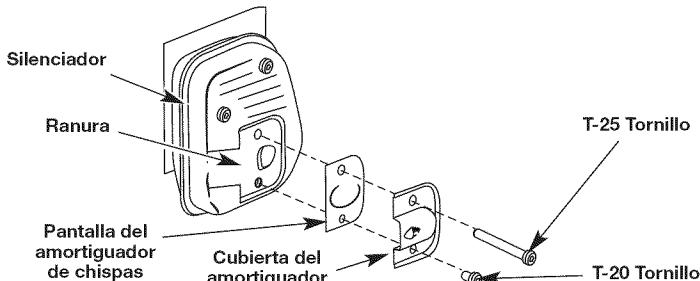

Fig. 35
- Con un destornillador de vástago plano o broca Torx T20 y Torx T25, saque el 2 tornillo que conecta la cubierta del amortiguador de chispas al silenciador (Fig. 35).